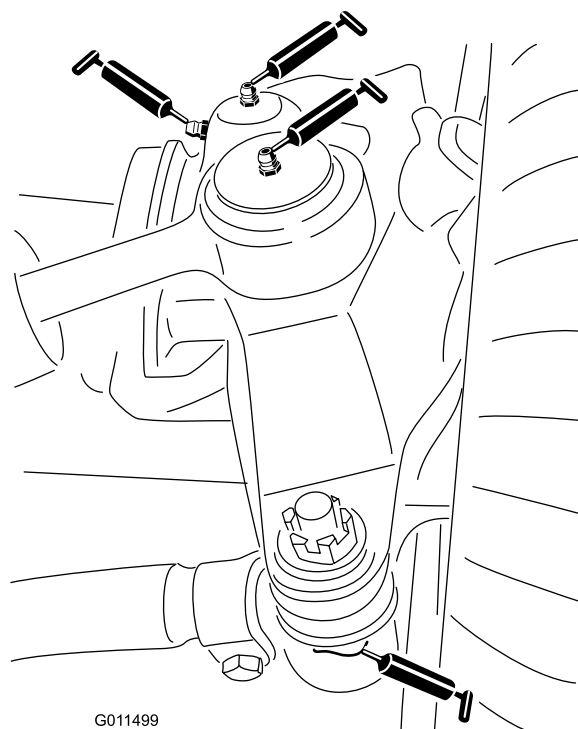

Figura 39
- Rótulas do cilindro de direcção (2) (Figura 39)
- Rótulas esféricas da barra de ligação (2) (Figura 39)
- Buchas do pino principal (2) (Figura 39)